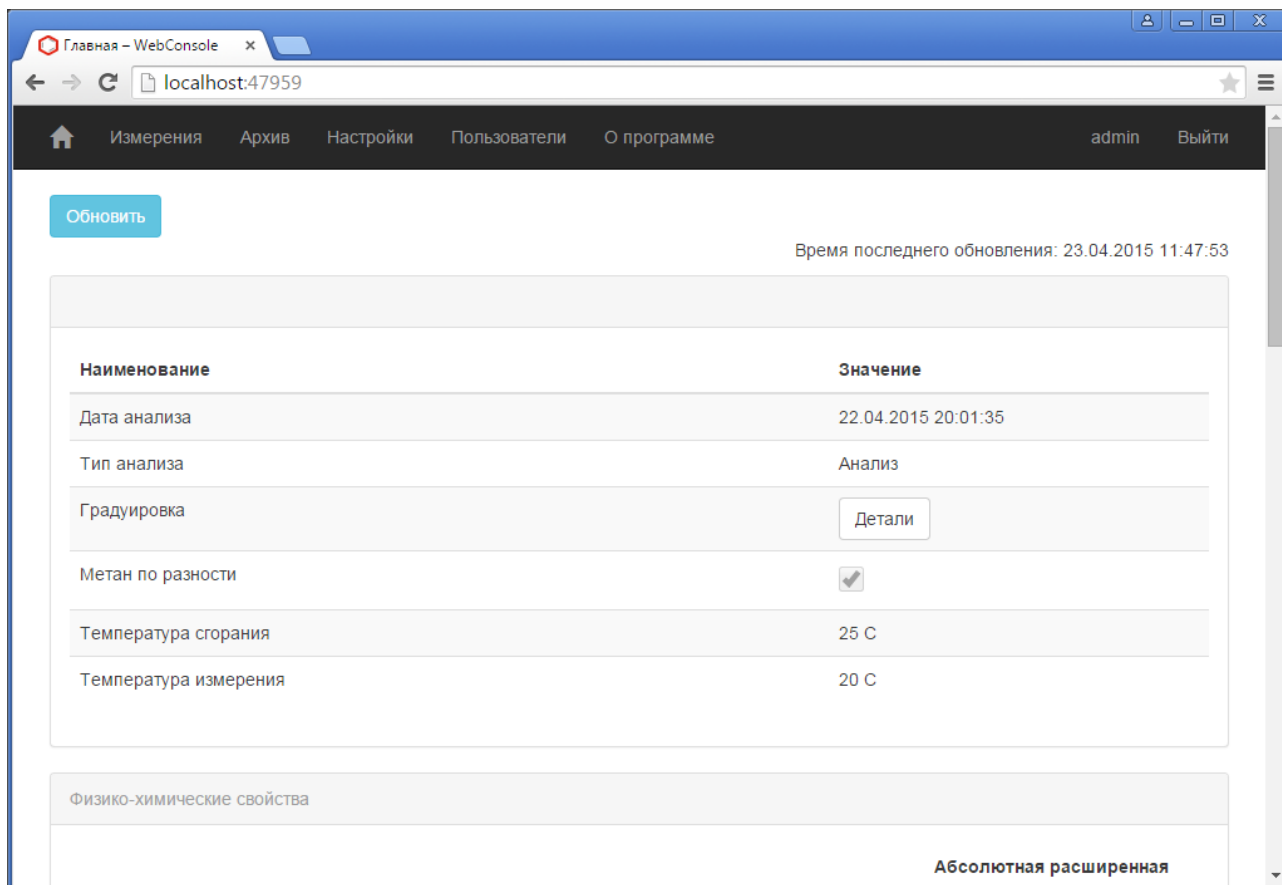

Рисунок 2 - Главная страница ПО «Хромос Поток»
3. В форме аутентификации ввести пользовательский логин и пароль. Нажать кнопку «Войти» (Рисунок 2).
4. Пользователю откроется главная страница ПО «Хромос Поток» (Рисунок 2).